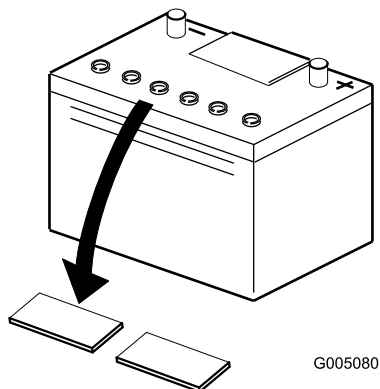

Figura 4
4. Limpe a parte superior da bateria e retire as protecções das aberturas de ventilação (Figura 4).